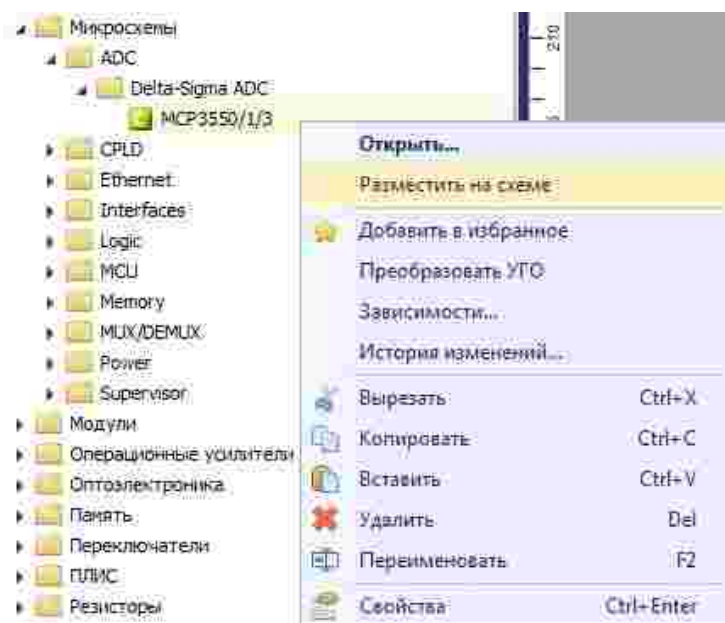

Рис. 40 Размещение радиодетали на схеме
3. Выбрать инструмент «Разместить на схеме», см. Рис. 40.